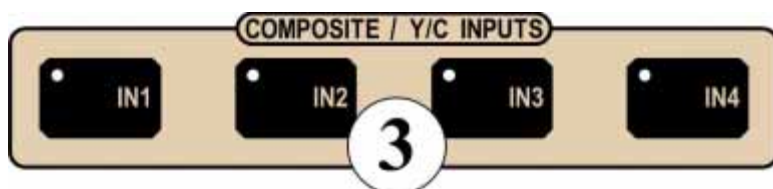

Рис.11 – Режимы входного видеосигнала.
В микшере тип входного видеосигнала устанавливается принудительно с помощью кнопок (3) (См. рис. 11). По умолчанию на входах выбран источник с VIDEO сигналом. Для перехода на компонентный источник S-VIDEO, необходимо нажать кнопку (3) соответствующего входа.